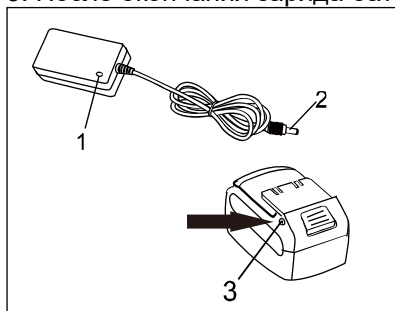

**Рис.1**
Вставьте аккумуляторный блок (1) до фиксации (Рис.1).
**ВНИМАНИЕ:** Убедитесь, что две направляющие (3) в корпусе аккумулятора совпали с направляющими (4) в рукоятке шуруповёрта.